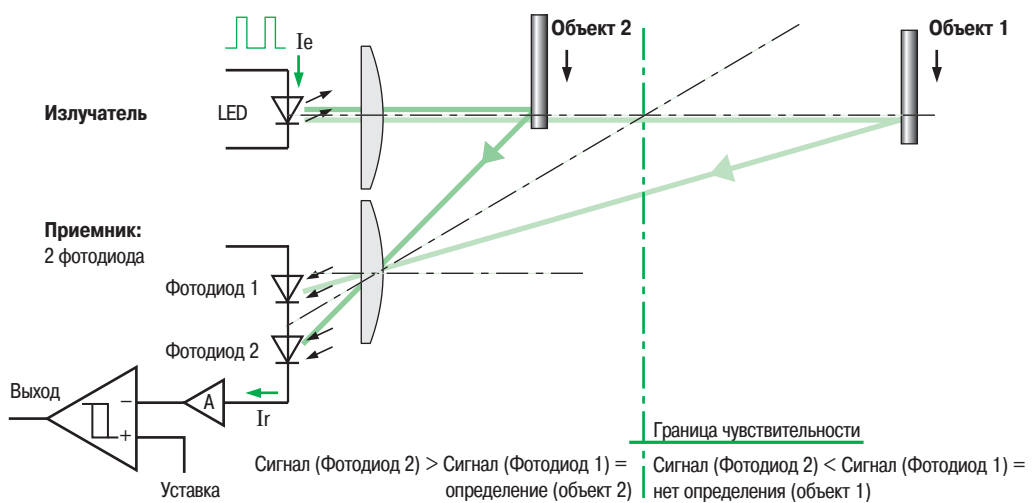

Рис. 20: Принцип рассеивания в фотоэлектрических датчиках с подавлением фона
■ Отражение с подавлением объектов на фоне (см. Рис. 20)